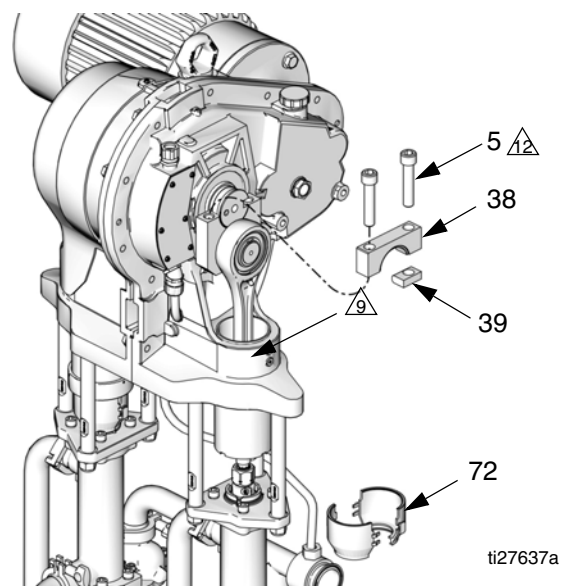

ABB. 17. Kurbelarmkappe entfernen
5. Einen sauberen Lappen über den Schieberzylinder (2) legen, damit während des Zerlegens kein Schmutz in die Schieberbaugruppe fällt.
6. Die zweiteilige Abschirmung (72) durch Einführen eines Schlitzschraubendrehers in den Schlitz und Aushebeln der eingerasteten Lasche entfernen. Vorgang bei allen Laschen wiederholen. **Nicht** die Abdeckungen mit dem Schraubendreher auseinanderhebeln.
7. Einen 3/4"-Schlüssel an der Fläche des Schieberkolbens (9) anlegen (direkt oberhalb der Kupplungsmutter), damit sich der Schieberkolben/Pleuel beim Lockern der Kupplungsmutter nicht dreht (14). Den Schlüssel so ausrichten, dass er an einer der Verbindungsstangen (3) abgestützt ist. Eine übermäßige Kraftanwendung an Schieberkolben/Pleuel kann die Lebensdauer des Unterpumpen-Hublagers verkürzen.
8. Mit Hilfe eines 1-5/8"-Gabelschlüssels die Kupplungsmutter (14) vom Schieberkolben (9) lösen und auf die Kolbenstange der Pumpe herabgleiten lassen. Darauf achten, dass die Klemmringe (13) nicht verloren gehen.
9. Siehe ABB. 17. Mit Hilfe eines 1/2"-Sechskantschlüssels die zwei Abschlusschrauben (5) abschrauben. Die Kurbelarmkappe (38) und den Keil (39) entfernen. Wenn nötig einen Kunststoffhammer verwenden, um diese Bauteile zu lösen.
14. Den Kolben (9) und die Verbindungsstange (7) in den Zylinder (2) schieben.
15. Den Kurbelarm (4) so positionieren, dass er die Ausgangswelle (OS) erfasst, und drehen Sie ihn zur Unterseite der Ausgangswelle.
16. Einen sauberen Lappen auf den Schieberzylinder (2) legen, damit während des Wiederausbaus kein Schmutz in die Schieberbaugruppe fällt.
17. Siehe ABB. 17. Gleitmittel (LPS[®]-04110 oder gleichwertig) auf das Gewinde der Abschlusschrauben (5) auftragen. Den Keil (39), die Kurbelarmkappe (38) und die Abschlusschrauben (5) in der gezeigten Ausrichtung anziehen. Während die spaltseitige Schraube noch locker ist, die keilseitige Schraube mit 283-310 N•m (210-230 ft-lb) anziehen. Sodann auch die spaltseitige Schraube mit 283-310 N•m (210-230 ft-lb) anziehen. Die Schrauben jeweils mit 2-3 weiteren Umdrehungen festziehen, oder so lange, bis sie auf 283-310 N•m (210-230 ft-lb) festgezogen sind.
18. Vergewissern Sie sich, dass die Klemmringe (13) sich in ihrer Position an der Kupplungsmutter (14) befinden.
19. Einen 3/4-Zoll-Schlüssel an der Fläche des Schieberkolbens (9) anlegen, damit sich der Schieberkolben beim Anziehen der Kupplungsmutter (14) nicht dreht. Den Schlüssel so ausrichten, dass er an einer der Verbindungsstangen (3) abgestützt ist. Die Kupplungsmutter (14) auf den Schieberkolben (9) aufsetzen und sie mit einem Anzugsmoment von 102-108 N•m (75-80 ft-lb) festziehen.
20. Die Abdeckungen (72) wieder anbauen, indem die unteren Lippen mit der Nut in die Kappe der Ökertasse gesteckt wird. Die beiden Abdeckungen einrasten lassen.
21. Den Lappen entfernen. Die Abdeckung (32 oder 21) und die Schrauben (12) wieder installieren.